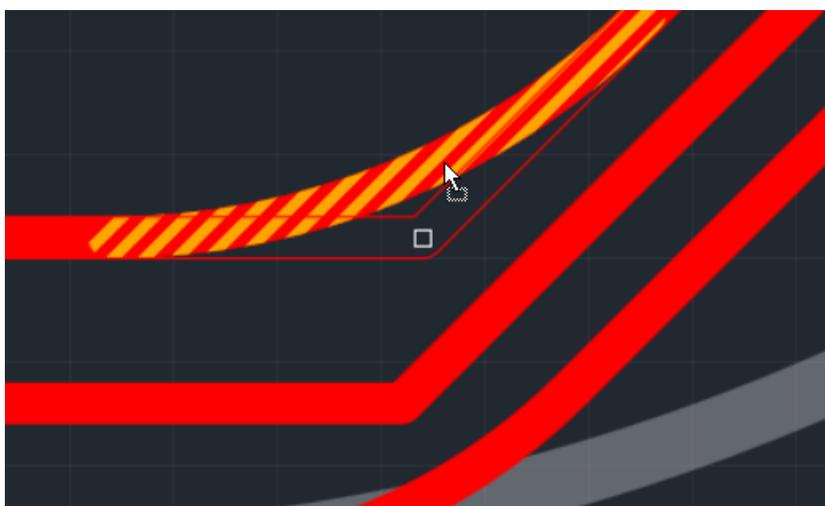

Рис. 11 Изменение скругления
2. Не активируя инструмент скругления, начните перемещать курсор с зажатой левой кнопкой мыши, см. Рис. 11.